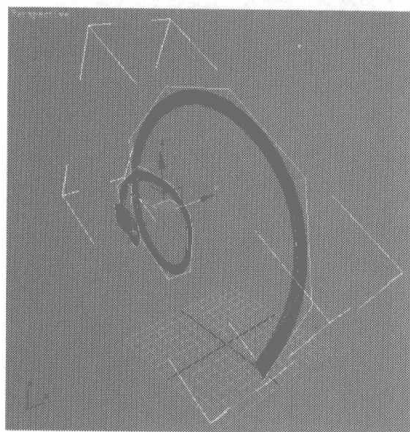
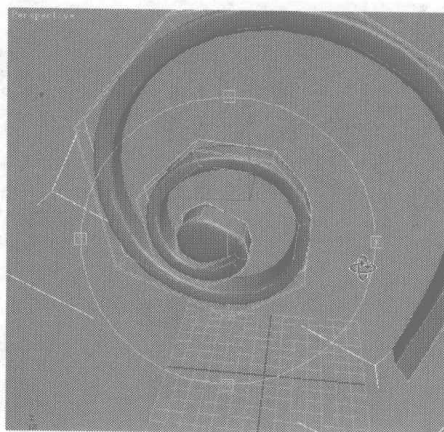
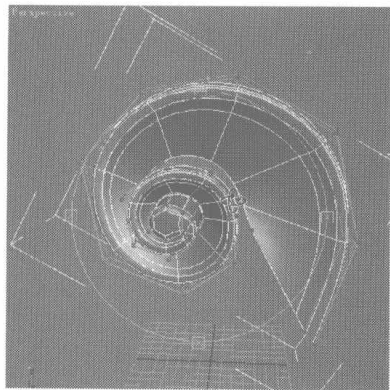
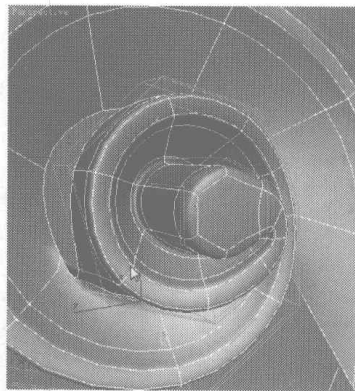

图 5.191
图 5.192
图 5.193
图 5.194
- 08** 选择如图 5.191 所示的曲线，按住 Shift 键向内拖动，复制出如图 5.192 所示的边沿。调整模型上的点到如图 5.193 所示的位置。单击 **Target Weld** 按钮，焊接节点，如图 5.194 所示。